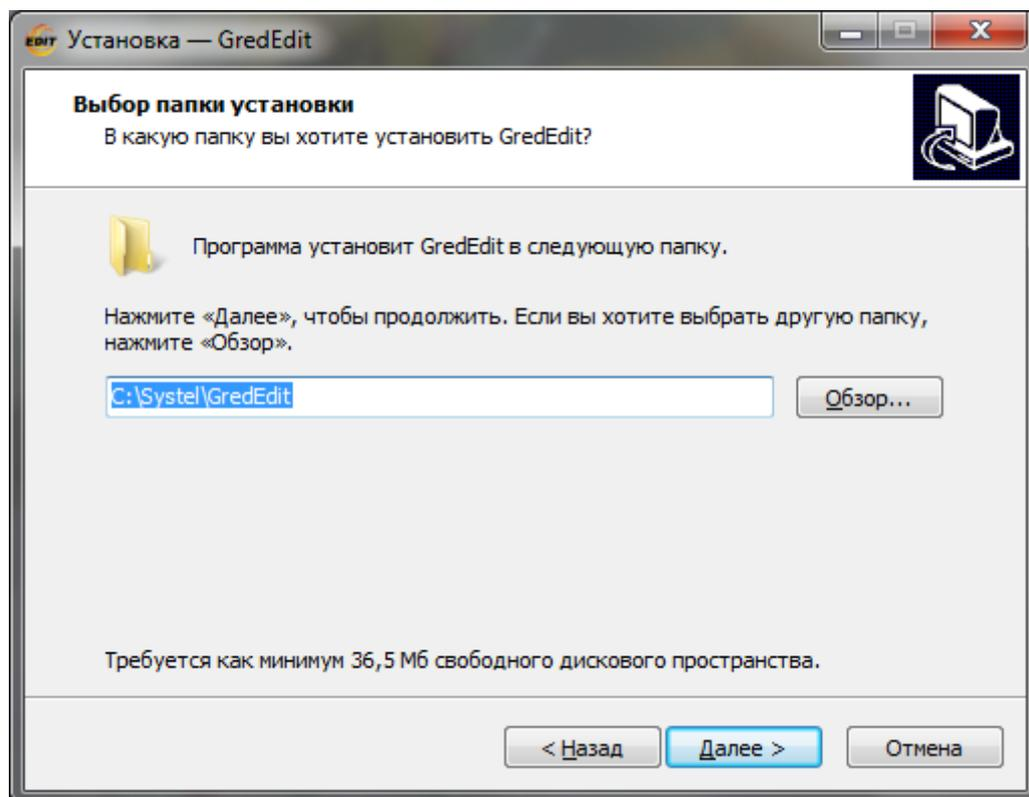

Рисунок 3.5 – Окно «**Выбор папки установки**»
4. Выбрать путь для установки редактора с помощью кнопки «**Обзор...**», либо оставить путь, указанный по умолчанию (Рисунок 3.5). Нажать кнопку «**Далее**».